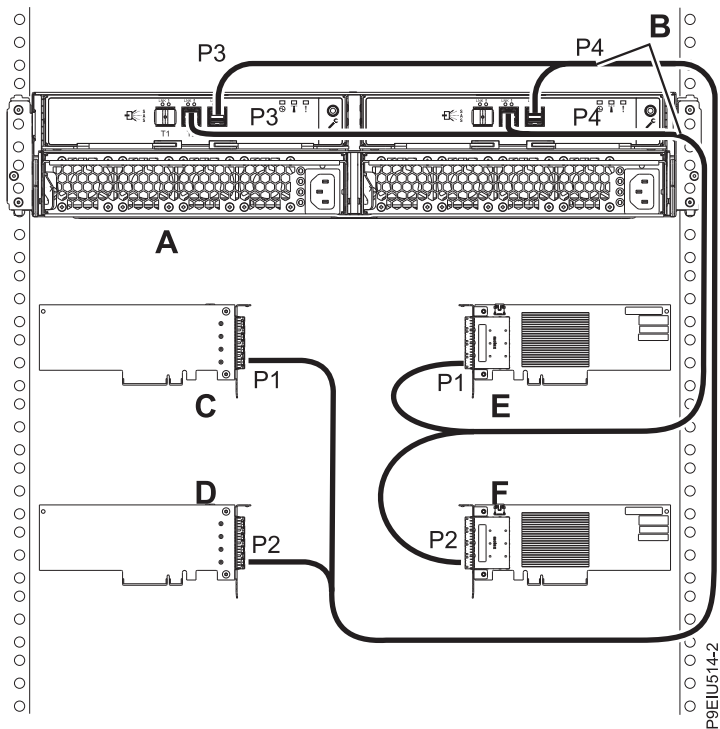

Рисунок 22. Подключение Блок памяти ESLL или ESLS к четырем независимым адаптерам SAS FC EJ0J или FC EJ0M с помощью кабелей X12, режим 4
22. Подключите один корпус (A) с помощью кабелей X12 (B) к четырем независимым адаптерам SAS FC EJ0J или FC EJ0M в режиме 4 (см. рис. 22 на стр. 23). Затем перейдите к разделу “Подключение кабелей данных, кабелей питания и установка крышек” на стр. 24.